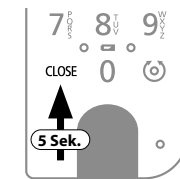
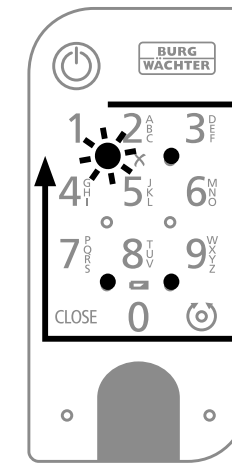

Abb. 4
Abb. 5
- 4 Drücken und halten Sie die CLOSE-Taste für fünf Sekunden (Abb. 4), bis die Signal-LEDs auf der Tastatur im Uhrzeigersinn nacheinander aufleuchten (Abb. 5).